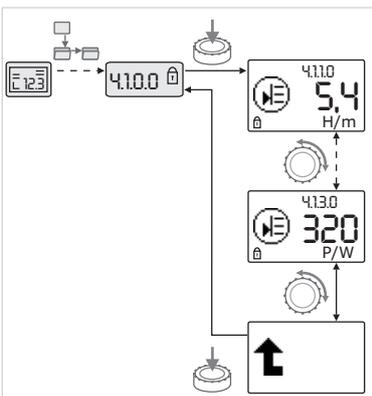

Fig. 43: Informationen abrufen
- Durch Drehen des Bedienelements Menüelemente des Typs „Information“ des aktuellen Untermenüs ansteuern (siehe Fig. 43). Erläuterung der durch Symbole repräsentierten Einstellungen siehe Tabelle in Kapitel 8.7 „Referenz Menüelemente“ auf Seite 37.